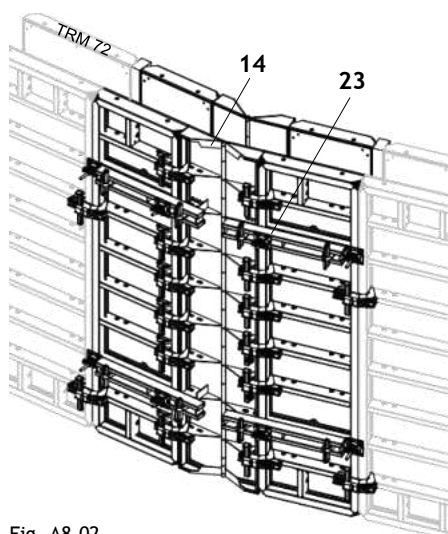

Fig. A8.02
Външният кофраж е стабилизирани с изравняващия ригел TAR 85 (23). (Fig. A8.02)